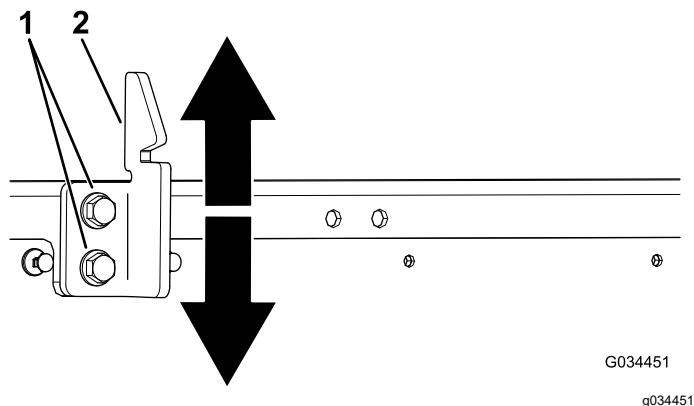

Figura 52
3. Allentate i 2 bulloni sul gancio di chiusura del pianale e spostate il gancio su o giù, a seconda se è troppo alto o troppo basso (Figura 52).
4. Serrate i 2 bulloni sul gancio di chiusura del pianale (Figura 52).